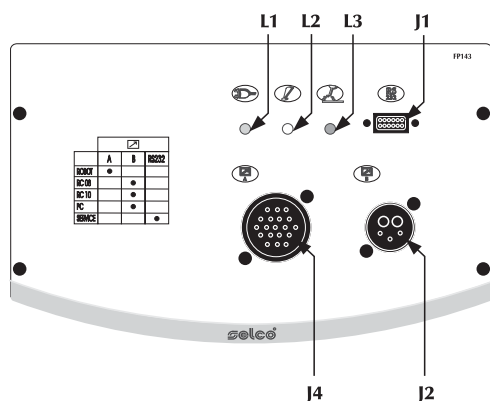

Fig.3
2.1.3 Cuadro de mandos frontal FP143 (Fig. 3)